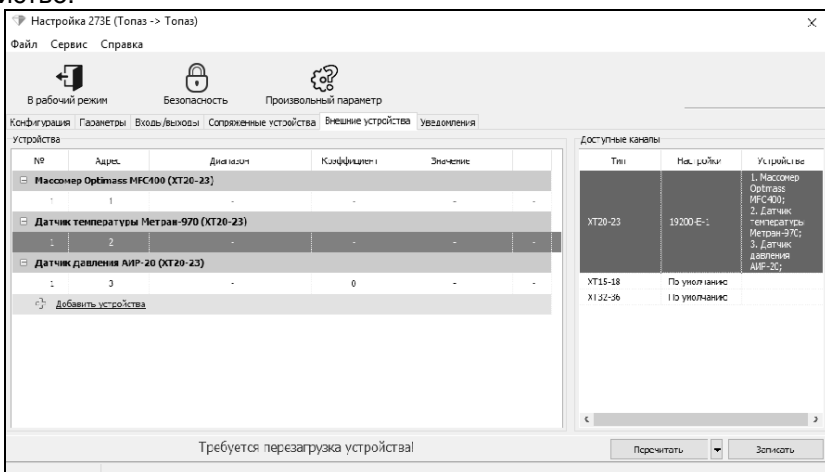

Рисунок 10
– В столбце "Адрес" для массомера задать адрес "1". Для датчика температуры задать адрес "2", а датчику давления адрес "3". В правом поле "Доступные каналы" в столбце "Настройки" изменить параметры "По умолчанию" на "19200-E-1" (рисунок 10).